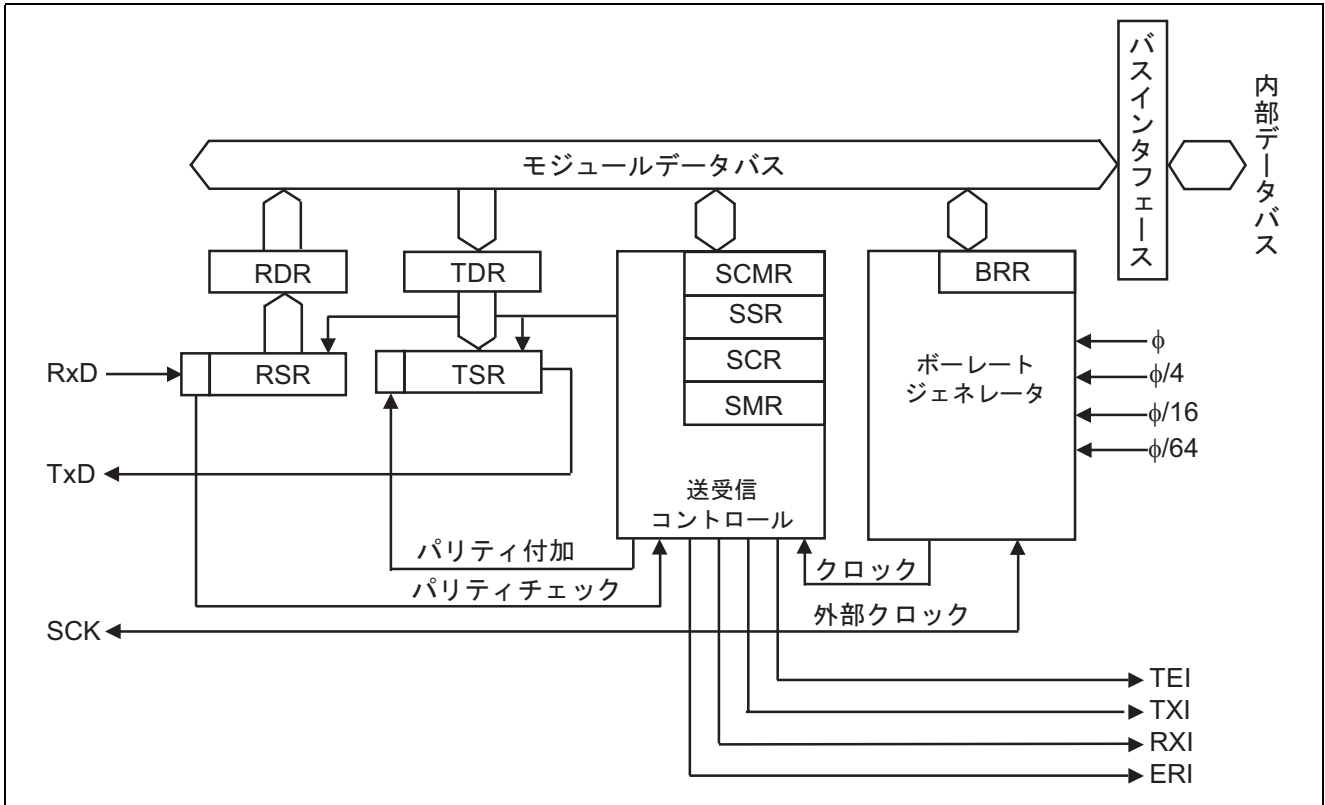

図2 調歩同期式シリアルデータ受信のブロック図
(1) シリアルコミュニケーションインタフェース (SCI) のブロック図を図 2 に示し、以下に SCI のブロック図について説明します。